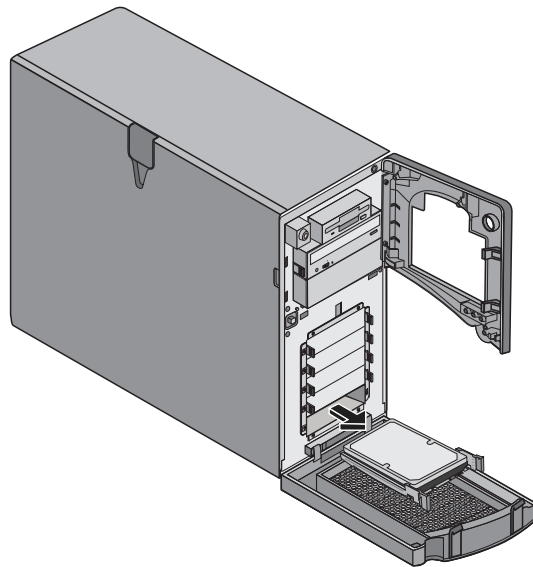

Abbildung 2-8: Entfernen einer Cold-Swap-Festplatte
6. Halten Sie die Festplatte von unten, und ziehen Sie sie vorsichtig heraus (siehe Abbildung 2-8).